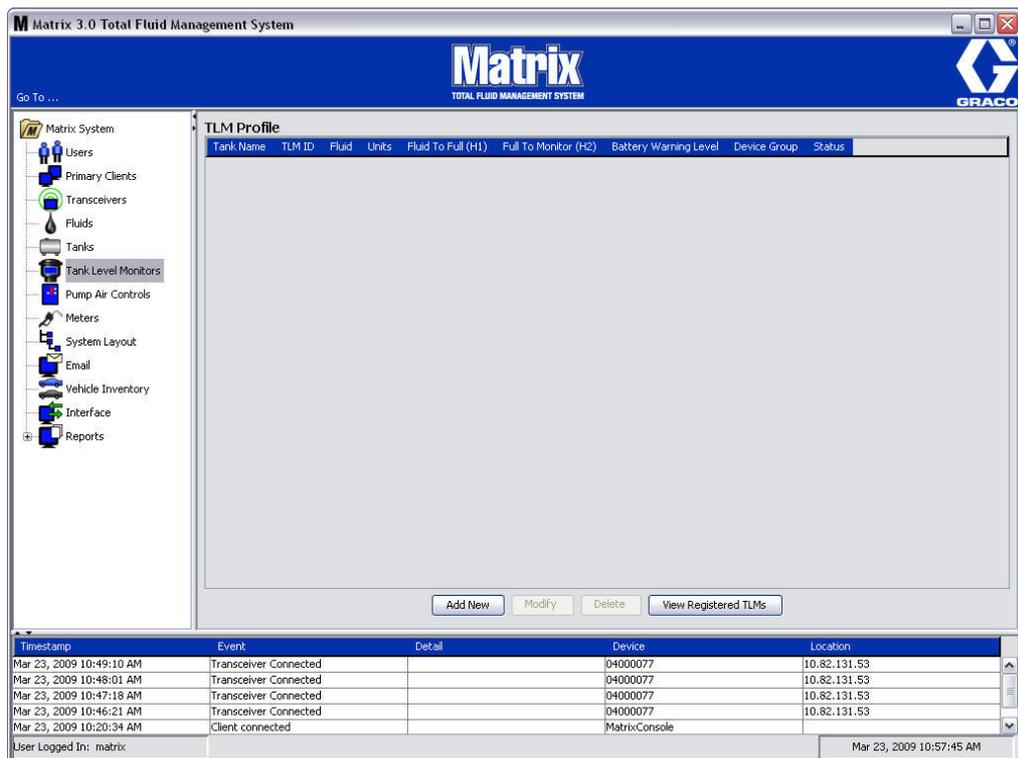

ABB. 107
Das in ABB. 107 auf Seite 85 gezeigte Fenster dient dazu, in einem Matrix-System Tankfüllstandswächter (TFW) hinzuzufügen, zu bearbeiten, zu entfernen und ein Profil für sie zu erstellen. In jeden Tankfüllstandswächter (TFW) ist eine eindeutige Geräte-ID eingebettet. Diese Geräte-ID unterscheidet die TFW voneinander.
2. Klicken Sie auf die Schaltfläche „Neu hinzufügen“, um ein Profil zu erstellen oder einen neuen Tankfüllstandswächter zum Matrix-System hinzuzufügen (ABB. 107).